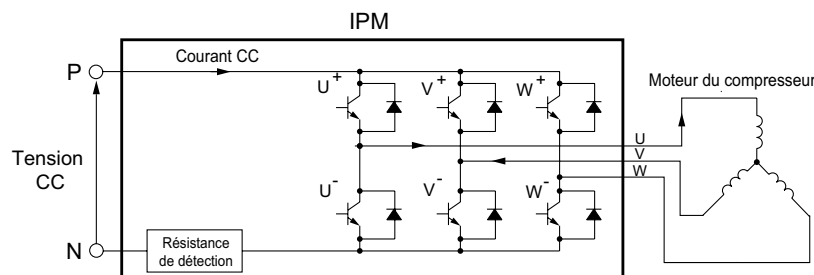

Fig. 6-6
(1) Active les transistors U+ et V- du bloc d'alimentation, afin que le courant passe dans les bobines du moteur comme indiqué dans la Fig. 6-6.
(2) Varie le temps de mise en MARCHÉ du transistor U+ en fonction du niveau de tension CC et le démarrage est contrôlé afin que le courant de démarrage soit d'environ 10A.